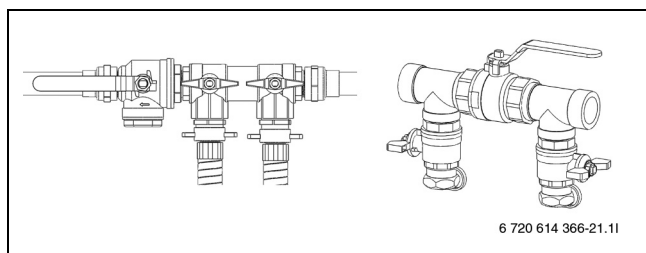

Bild 40 Påfyllnadssatser i normalläge
- Vrid ventilerna på påfyllnadssatsen till normalläge (→ Bild 40) och stäng av pumpen på påfyllnadsstationen.